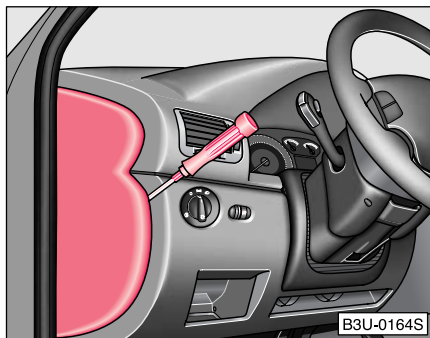

Fig. 182 Partea stângă a tabloului de bord:
- Introduceți șurubelnița sub capacul tabloului de siguranțe și scoateți cu atenție capacul ⇒ Fig. 182.